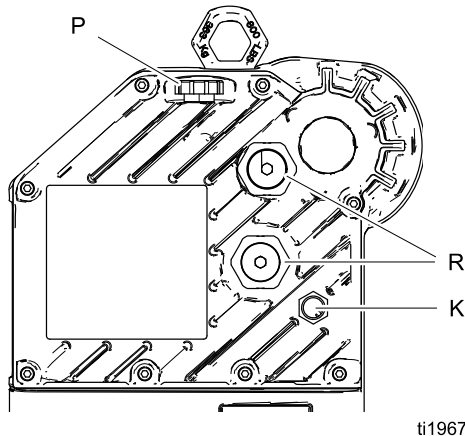

Figure 7 Смотровое стекло и маслозаливная крышка
3. См. рис. 7. Откройте заливную крышку (P) и долейте бессиликоновое синтетическое трансмиссионное масло компании Graco, соответствующее ISO 220 (артикул № 16W645). Проверьте уровень масла через смотровое стекло (K). Заполняйте бак до тех пор, пока уровень масла не окажется около средней точки смотрового стекла. Емкость масляного бака составляет приблизительно 1,4 л (1,5 кварты). **Не переполняйте.**
См. рис. 7. Проверьте уровень масла через смотровое стекло (К). Уровень масла должен быть около средней точки смотрового стекла, когда устройство не работает. Если уровень ниже, откройте заливную крышку (Р) и долейте необходимое количество бессиликонового синтетического трансмиссионного масла компании Graco (артикул № 16W645), соответствующего ISO 220. Емкость масляного бака составляет приблизительно 1,4 л (1,5 кварты). **Не переполняйте.**
См. рис. 7. Предварительные нагрузки подшипников (R) устанавливаются на заводе и не регулируются пользователем. Не изменяйте предварительные нагрузки подшипников.